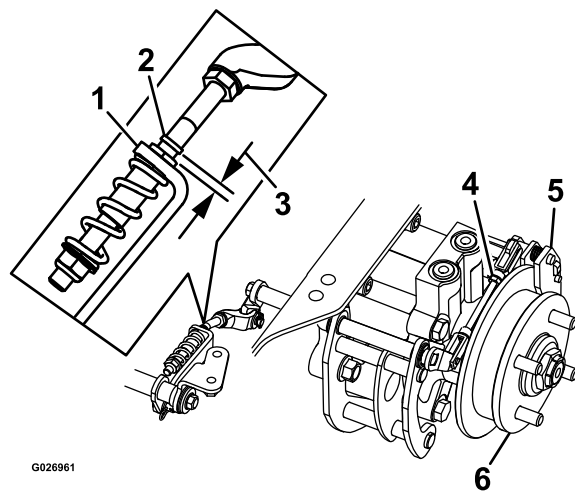

Figure 84
8. Vérifiez si un espace est visible entre le support en L et la butée de tringlerie (Figure 84).